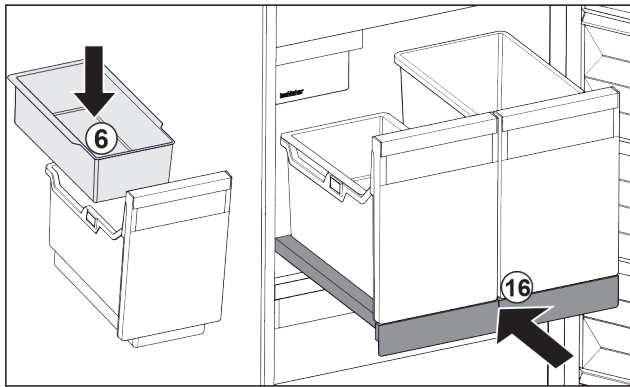

Fig. 125
- ▶ Einhängeschale Fig. 125 (6) für Eiswürfel einsetzen.
- ▶ Auszugsbord mit Behälter (IceTower) einschieben. Fig. 125 (16)